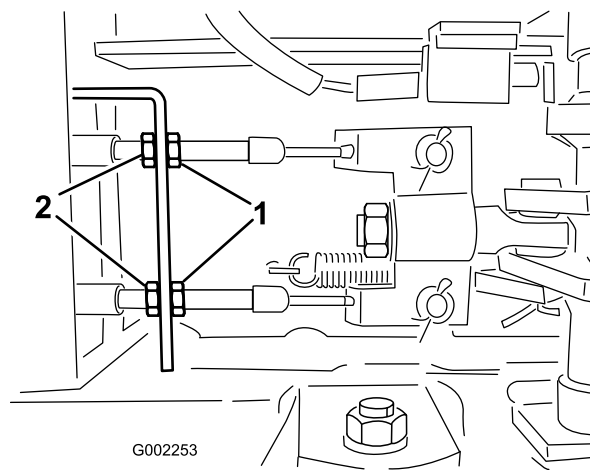

Figure 54
5. Desserrez les écrous avant sur les câbles de frein, sous l'extrémité avant du pulvérisateur (Figure 54).
6. Serrez les écrous arrière uniformément jusqu'à ce que la pédale s'enfonce de 1 à 2 cm avant que vous sentiez une résistance (Figure 54).